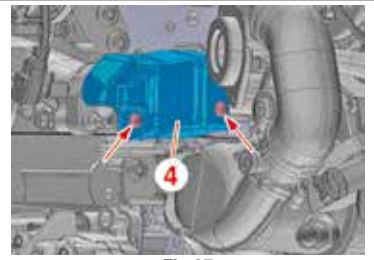

Fig.37
- Staccare la schermatura termica (4) (Fig.37).